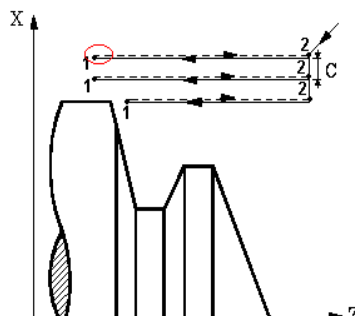

Figura 2
- *Figura 2:* Cuando D es 0, la herramienta se retira por la misma trayectoria mecanizada.